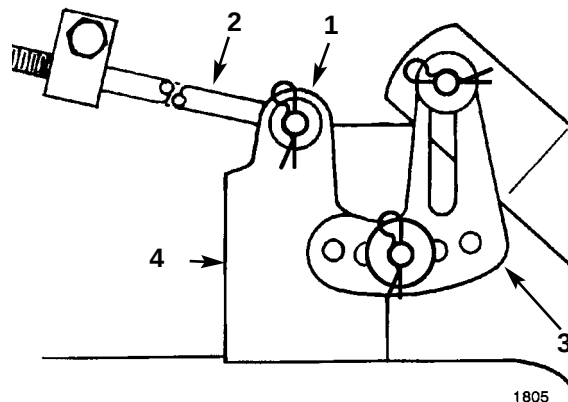

Fig. 49
5. Fjern hårnålesplitten og skiven fra indstillingsbeslaget (fig. 49). Kniven (ene) indstilles ved at placere indstillingsbeslaget i et andet hul og mon-
tere skiven og hårnålesplitten (fig. 49). Et hul foran sænker knivens højde og et hul bagved løfter dens højde. Gentag denne fremgangsmåde i den modsatte side.